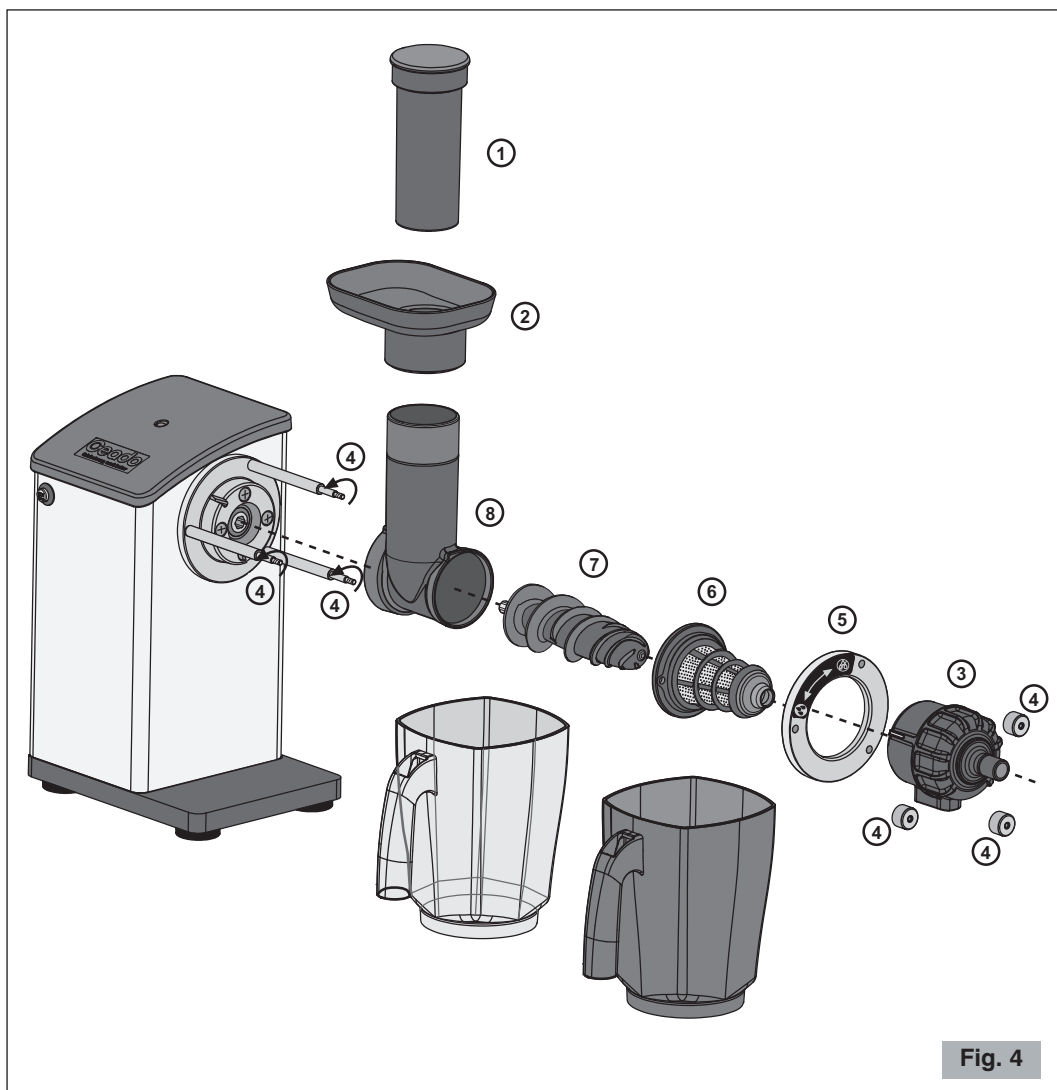

Fig. 4
1 Quitar los contenedores y desmontar los componentes en el orden de la figura (Fig. 4).
- 3** Vuelva a ensamblar el extractor en el orden inverso (Fig. 4).